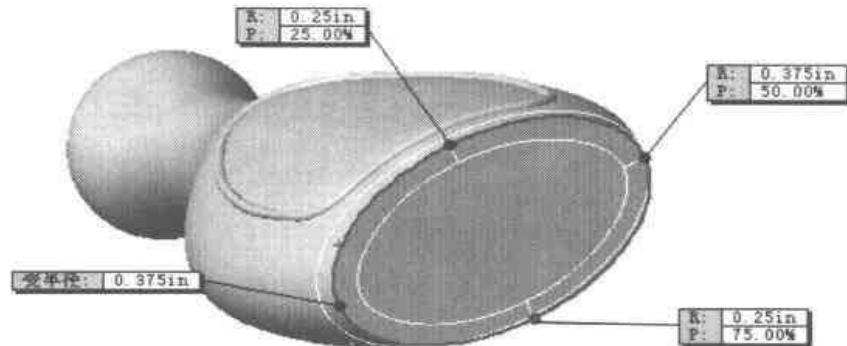

图 2-40 设定圆角半径
如图 2-40 所示, 分别单击每一个控制点, 并输入该控制点的半径值(R): 0.25in、0.375in、0.25in, 保持控制点的位置(P) 不变。单击【确定】按钮, 建立圆角。